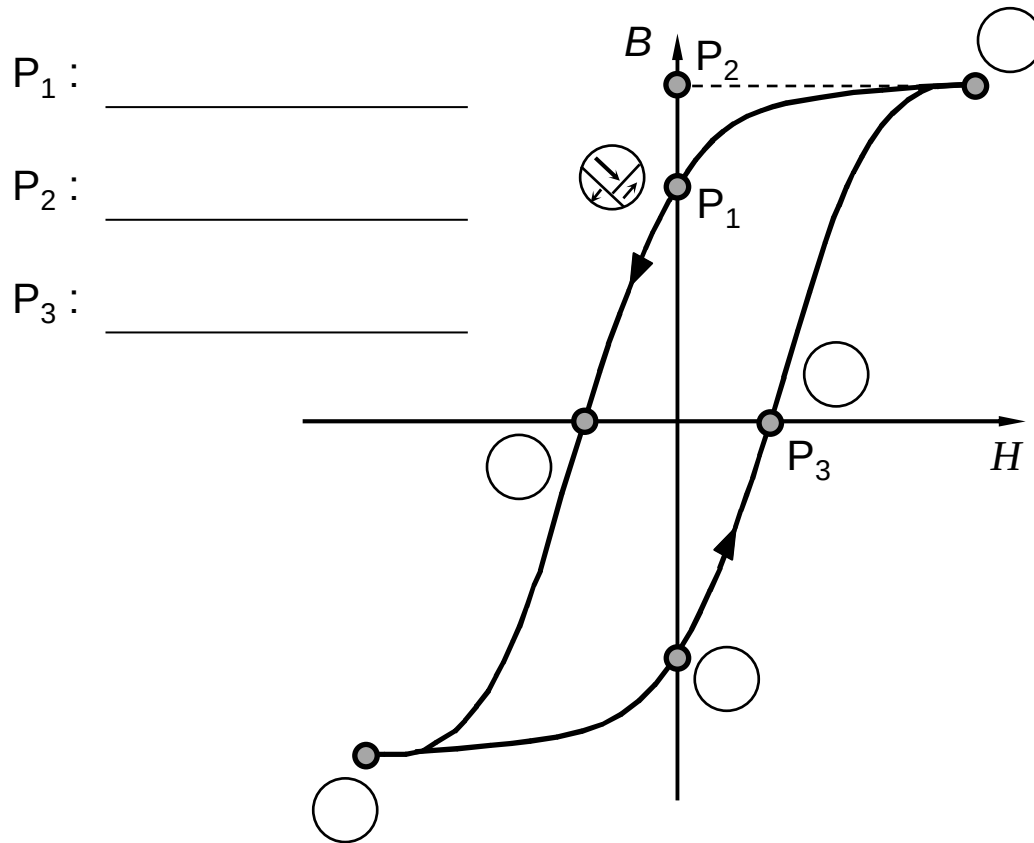

Bild K2-2: Hysteresekurve eines ferromagnetischen Materials
- b) Gegeben ist nun die Hysteresekurve eines ferromagnetischen Materials (*Bild K2-2*). Benennen Sie zunächst die charakteristischen Punkte P_1 , P_2 und P_3 . Zeichnen Sie dann Größe und Ausrichtung der Domänen in den verschiedenen Bereichen der Hysteresekurve in die vorgegebenen Kreise ein. Orientieren Sie sich dabei an der vorgegebenen Domänenanordnung im Punkt P_1 . (2 Punkte)